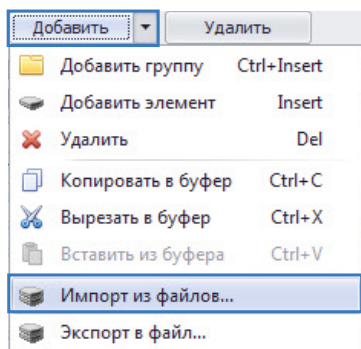

Рис.23. Импорт списка карт в диспетчерскую программу «АвтоГРАФ 5 ПРО».
- на этой вкладке добавить в таблицу новую строку с настройками, как показано на Рис.23: